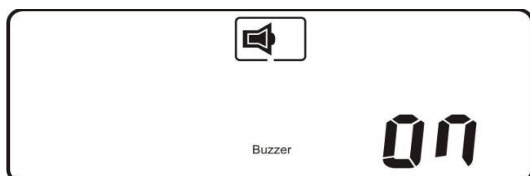
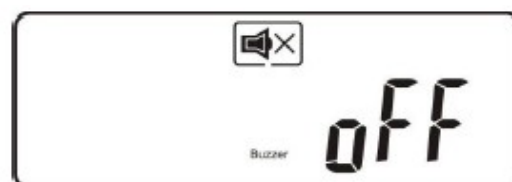
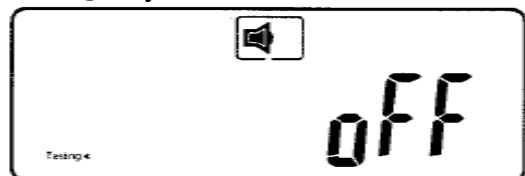

Рис. Q1 Звуковая сигнализация включена
Рис. Q2 Звуковая сигнализация выключена
Рис. R1 Само тестирование ИБП выключено
→ **состояние звуковой сигнализации (buzzer)**. Звуковая сигнализация включена — рис. Q1, выключена — рис. Q2; → **внутреннее само тестирование (Self-test)**. Внутреннее самотестирование выключено — рис. R1, включено — рис. R2; → **диапазон разрешенного напряжения на байпасном входе (Bypass Voltage Window)**. Узкий диапазон байпасного напряжения — рис. S1, широкий — рис. S2; → **диапазон частоты синхронизации (Output Frequency Synchronization Window)** — рис. T; → **выходное напряжение ИБП (Inverter Output Voltage)** — рис. U; → **режим работы ИБП (UPS Operation Mode)**. - нормальный режим — рис. V1, ECO режим — рис. V2, - режим преобразования частоты 50 Гц — рис. V3, - режим преобразования частоты 60 Гц — рис. V4; → **установка выходного напряжения (Output Voltage Micro Tune Value)** — рис. W; → **идентификационный номер при работе в параллельной системе (UPS Id)** — рис. X; → **разрешение/запрещение параллельной работы (Parallel function status)** — рис. Y.
2. Запустить режим установки параметров, одновременно нажав и удерживая кнопки “On” и “След. страница” (⬇️ и ⬆️) на лицевой панели ИБП на время не менее 3 секунд. Раздастся двойной звуковой сигнал и ж/к-дисплей перейдет в состояние, показанное на рис. Q1.